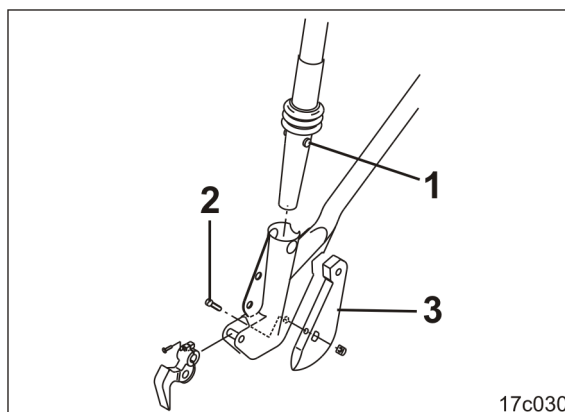

Fig. 234
1. Die Noppen (Fig. 234/1) des Trichters in den Scharkörper hineindrücken.
3. Die Schraube (Fig. 234/2) entfernen (Schrauben-Anzugsmoment 45 Nm).
4. Die Scharspitze (Fig. 234/3) aus der Verankerung heraushebeln.